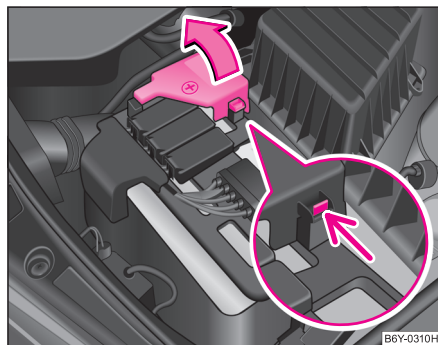

Fig. 160 Bateria: Răbatarea capacului
- Desfaceți elementele de fixare de pe partea polului plus al bateriei ⇒ fig. 160.